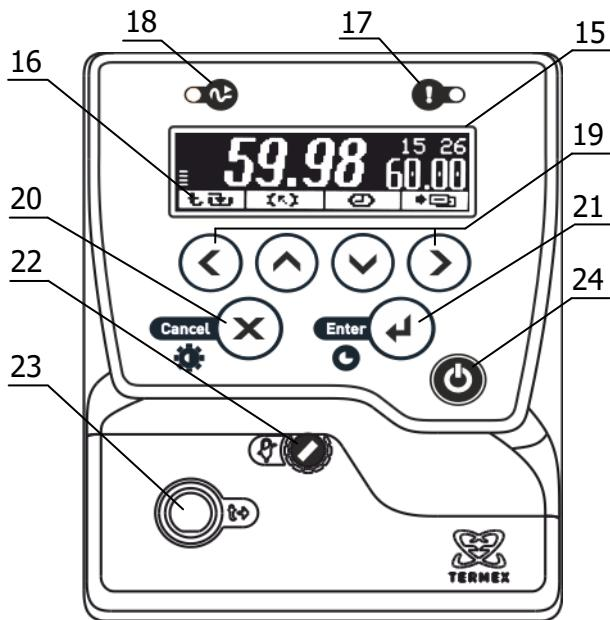

Рисунок 2 – Лицевая панель
Система безопасности блоков регулирования отключает двигатель насоса и нагреватель при срабатывании хотя бы одной из защит или неисправности датчика температуры (1.2.13). При срабатывании системы безопасности раздается звуковой сигнал, загорается индикатор 17 (рисунок 2) и на дисплей 15 выводится информация о причине неисправности.
2.3.1 После подключения сетевого кабеля к электрической сети блок регулирования переходит в режим ожидания. Подключение сопровождается кратковременной подсветкой дисплея 15 (рисунок 2).
2.3.6 Для регулировки яркости подсветки или контраста дисплея нажать кнопку 20 (X), выбрать изменяемый параметр кнопками (▲) и (▼) и установить его значение кнопками (◀) и (▶). Зафиксировать изменение нажатием кнопки 21 (↔) (рисунок 2).
2.5.6 Для выбора уставки в качестве текущей кнопками (\blacktriangleup) и (\blacktriangledown) подвести к ней указатель. Значение отмеченной уставкой дублируется крупными цифрами в правой части дисплея. Для подтверждения выбора отмеченной уставки нажать кнопку 21 (\leftarrow). Для отмены выбора нажать кнопку 20 (\times) (рисунок 2).
2.5.7 Для изменения численного значения отмеченной уставкой нажать кнопку (\blacktriangleright). На рамке, обрамляющей значение уставки в правой части дисплея, появятся “засечки”, указывающие на изменяемую позицию в численном значении. Цифра в отмеченной позиции мигает. Нажатиями кнопок (\blacktriangleup) и (\blacktriangledown) установить требуемую цифру в отмеченной позиции. Если удерживать кнопку нажатой, значение уставки будет изменяться непрерывно. Нажатиями кнопок (\blacktriangleleft) и (\blacktriangleright) переместить отметку изменяемой позиции. Дискретность изменения значения уставки зависит от положения изменяемой позиции: если отмечена позиция десятков, то при единичном нажатии кнопки (\blacktriangleup) или (\blacktriangledown) значение уставки изменится на 10 °C. Если отмечена позиция десятых долей, то значение уставки изменится на 0.1 °C соответственно. Закончить ввод нового значения уставки нажатием кнопки 21 (\leftarrow). Для возврата к значению уставки до ее изменения нажать кнопку 20 (\times) (рисунок 2).
2.6.3 При срабатывании защиты раздается звуковой сигнал и загорается красный индикатор срабатывания системы безопасности 17 (рисунок 2). Работа насоса и нагревателя будет блокирована. На дисплее отобразится текущее состояние системы защиты.
2.6.5 После устранения причины срабатывания защиты или ее отключения кнопкой (►) индикатор 17 (рисунок 2) погаснет. Перевести блок регулирования в рабочий режим нажатием кнопки 21 (↔).